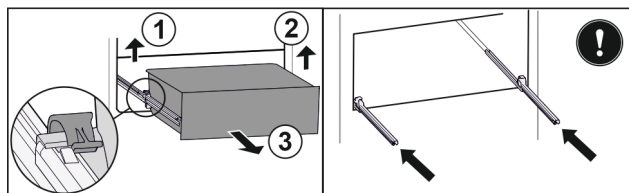

Fig. 69
- Підняти лівий затискач і одночасно висувний ящик ліворуч потягнути вперед. Fig. 69 (1)
- Підняти правий затискач і одночасно висувний ящик праворуч потягнути вперед. Fig. 69 (2)
- Вийняти висувний ящик рухом вперед. Fig. 69 (3)